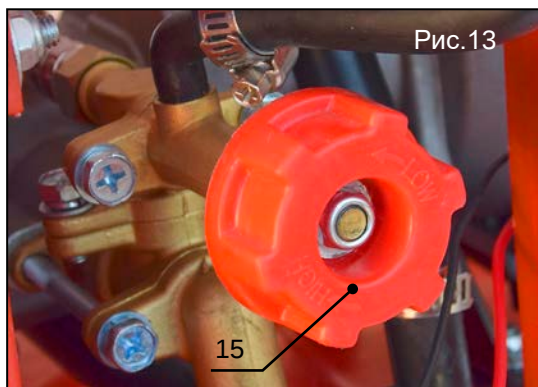

Рис.13
- Поворачивайте регулятор давления (поз.15, рис.13) по часовой стрелке для увеличения давления
- Поворачивайте регулятор давления (поз.15, рис.13) против часовой стрелки для уменьшения давления